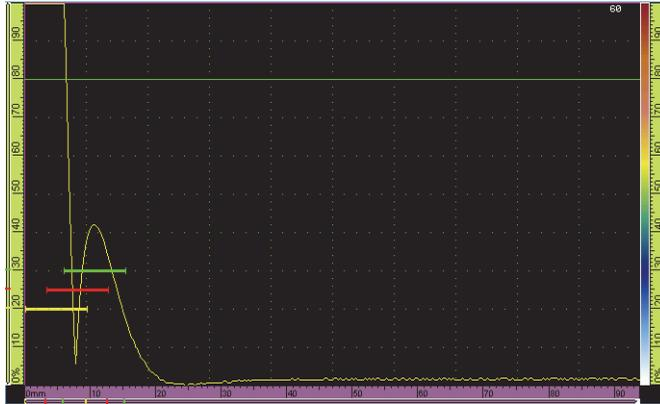

Abbildung 6-15 Grünes Raster im A-Bild
1. Tippen Sie auf **Optionen** in der Titelleiste und wählen Sie dann **Raster** an. Das Raster erscheint im A-Bild (siehe Abbildung 6-15 auf Seite 198).